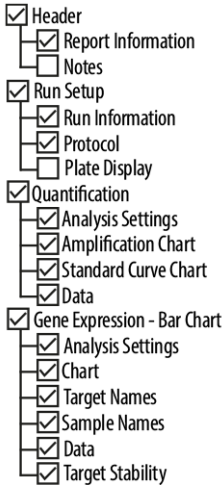

Abb. 13: Dialogfenster Report (Bericht)
5. Achten Sie darauf, dass oben links im Dialogfenster Report (Bericht) mindestens die folgenden Inhalte ausgewählt sind (siehe Abbildung 13):